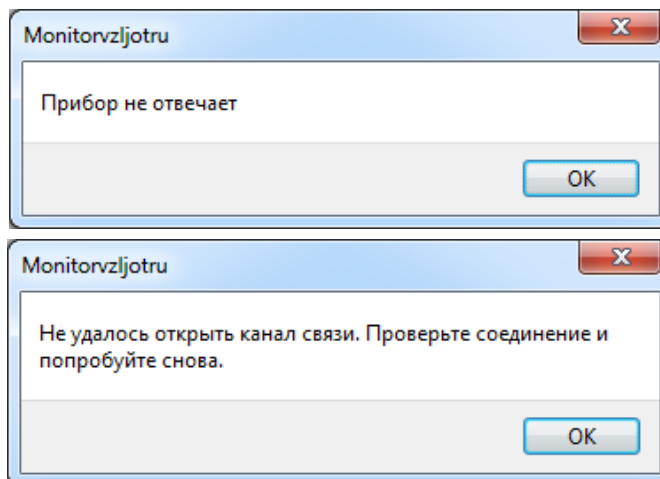

Рис.16. Сообщения при отсутствии связи с уровнемером.
5.1.4. При отсутствии связи с уровнемером на мониторе ПК будут индцироваться сообщения, показанные на рис.16.